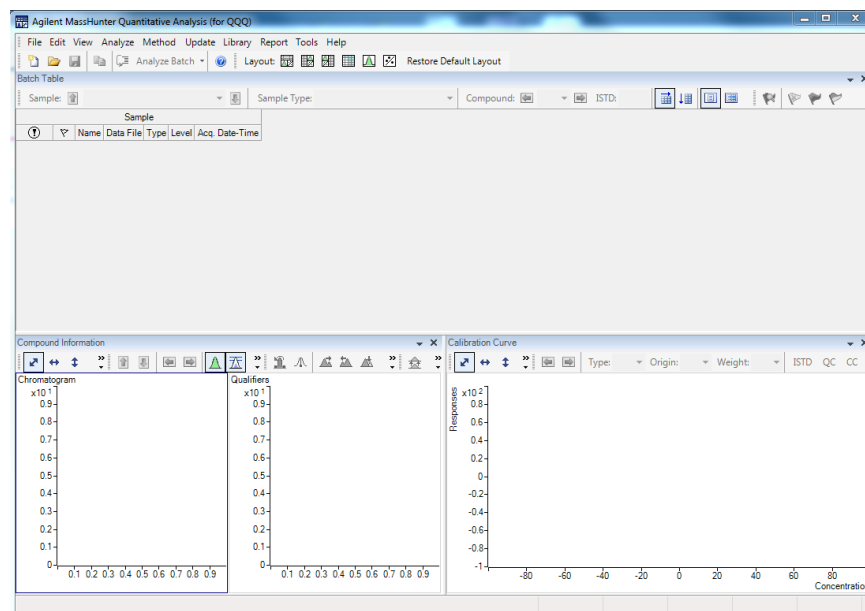

Figura 56. Interface del software *Quantitative Analysis MassHunter*
8.10.2. Al comenzar el *QQQ Quantitative Analysis*, se abrirá el programa con el diseño inicial o *layout* de *default* que contiene las ventanas como se muestra en la **Figura 56**. La creación del método de cuantificación es realizada en pasos sucesivos, a saber: (1) crear lote, (2) adicionar muestras, (3) verificar información, (4) crear método, (5) analizar el lote y (6) correcciones y reporte. A continuación serán descritos los procedimientos para realizar actividades.